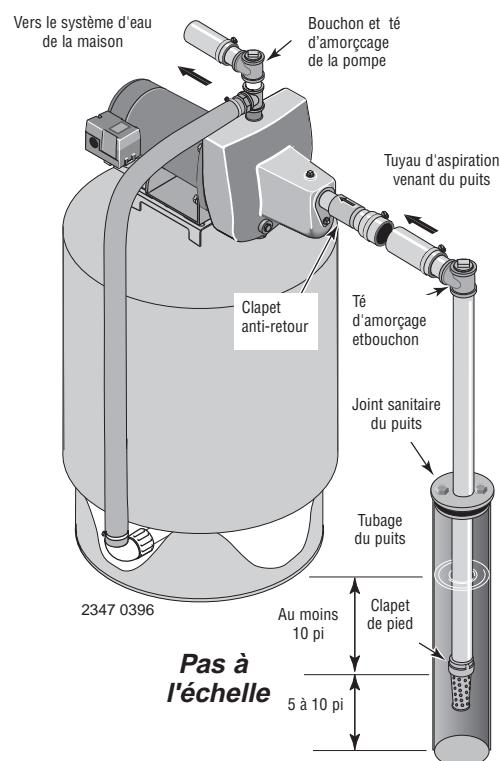

Figure 2 : Installation dans un puits à tubage
INSTALLATION SUR UN PUITS À TUBAGE DE 2 POUCES DE DIAMÈTRE OU PLUS GRAND (voir la Figure 2)
- 2 ° Brancher le clapet de pied, la crêpine et le tuyau du puits (voir la Figure 2). S'assurer que le clapet de pied fonctionne librement.
- 4 ° Poser le té d'amorçage, le bouchon d'amorçage et le tuyau d'aspiration sur la pompe (voir la Figure 2). Brancher le tuyau provenant du puits sur l'orifice d'aspiration de la pompe en utilisant le moins possible de raccords - en particulier des coudes - étant donné que les raccords augmentent le frottement de l'eau dans les tuyaux (il faut toutefois ajouter un clapet de pied - voir la Figure 2). Le diamètre du tuyau d'aspiration doit être au moins aussi grand que le diamètre de l'orifice d'aspiration de la pompe. Utiliser du ruban téflon ou de la pâte pour raccords filetés à base de téflon sur les raccords filetés. Supporter le tuyau de façon qu'il ne soit pas cintré afin qu'il n'exerce pas de contraintes sur le corps de la pompe; de plus, il doit être légèrement incliné vers le haut, du puits jusqu'à la pompe (les points hauts risquent de causer des poches et des bouchons d'air dans la pompe). Rendre étanches les raccords du tuyau d'aspiration avec du ruban téflon ou une pâte pour raccords filetés à base de téflon. Les raccords doivent être étanches à l'air et à l'eau. *Si le tuyau d'aspiration aspire de l'air, la pompe ne pompera pas l'eau du puits.*